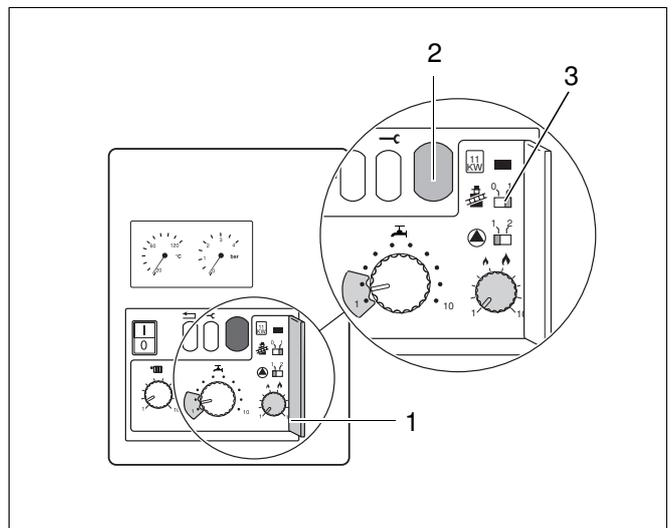

Abb. 20 Schornsteinfegerschalter und Display
- Abdeckung der 2. Bedienebene (Abb. 20, Pos. 1) öffnen.
- Kessel in Betrieb nehmen durch Schornsteinfegerschalter (Abb. 20, Pos. 3) in Stellung "1" stellen.
- Wenn im Display (Abb. 20, Pos. 2) "–" oder "=" erscheint, ist die Gaszuleitung entlüftet. Schornsteinfegerschalter zurück auf Stellung "0" stellen. Wenn dies nicht der Fall ist, Kapitel 5.1.4 "Gaszuleitung entlüften" wiederholen.